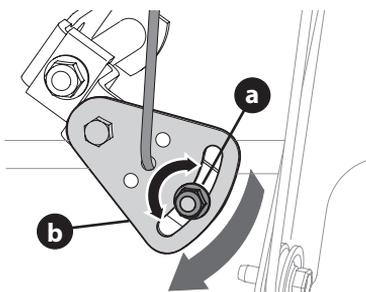

Figure 55
- Desserrez l'écrou (a) sur le support du câble du levier de vitesse (b). Voir Figure 55.